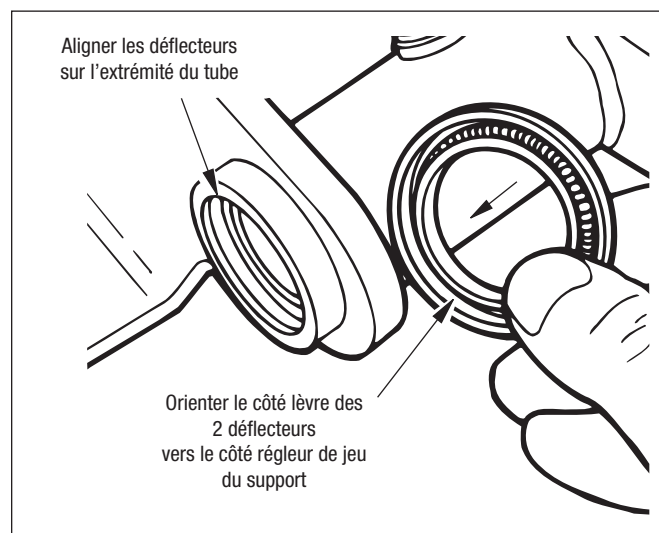

Figure 43 – Pose de la bague d'arbre-came
5. Avec un outil de guidage ad hoc, poser les déflecteurs à graisse neufs de manière à ce qu'ils affleurent l'extrémité du tube du support de récepteur. Cf. *Figure 43*.